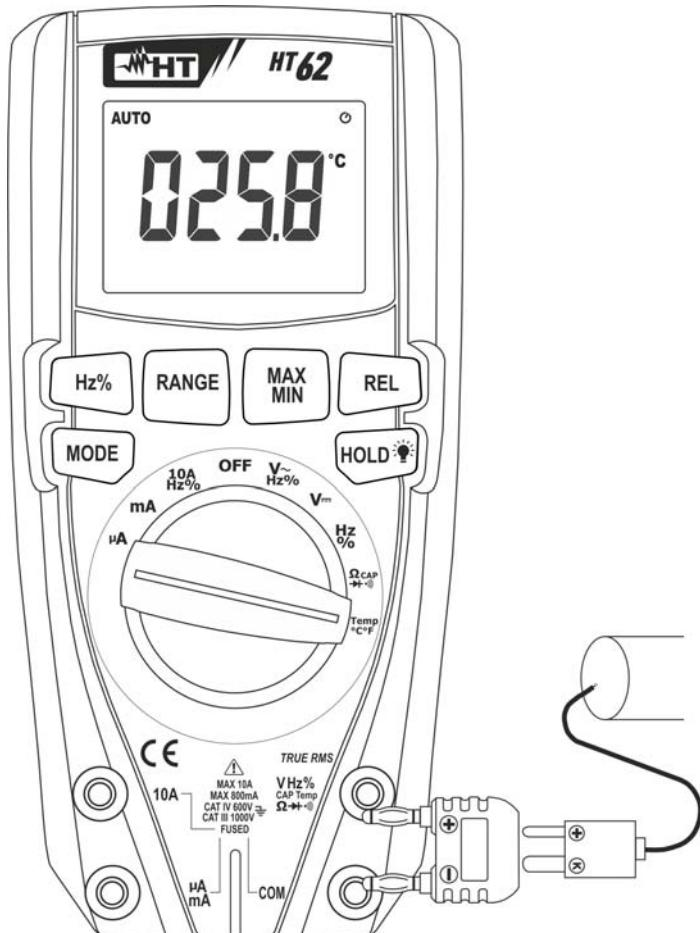

Fig. 8: Mesure de température
3. Insérer l'adaptateur fourni dans les bornes d'entrée **VHz%CAPTempΩ►•»** (polarité +) et **COM** (polarité -) (voir Fig. 8)